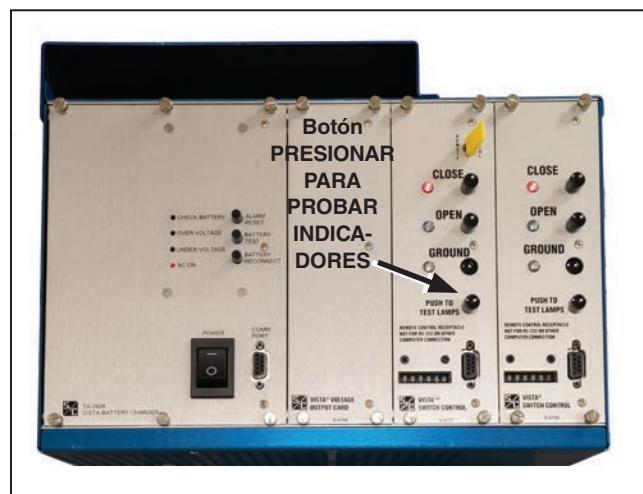

Figura 72. Probar los LED y llevar a cabo las operaciones de prueba.
**PASO 2.** Verifique que todos los indicadores LED funcionen presionando el botón pulsador de **PRESIONAR PARA PROBAR INDICADORES** de cada tablero de control. Ver Figura 72.